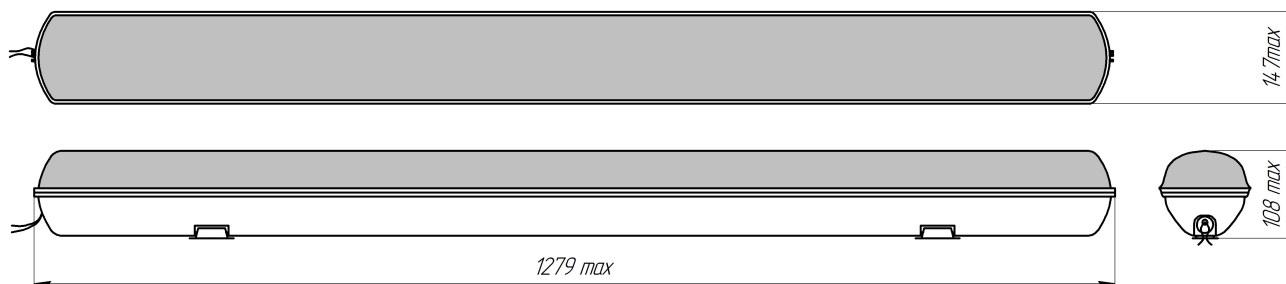

Рисунок 2
1.4.1. Светильник состоит (см. Рисунок 2) из пластикового корпуса, который является несущим элементом светильника, защитного стекла, светодиодных полупроводниковых модулей, источника питания и контактного устройства.